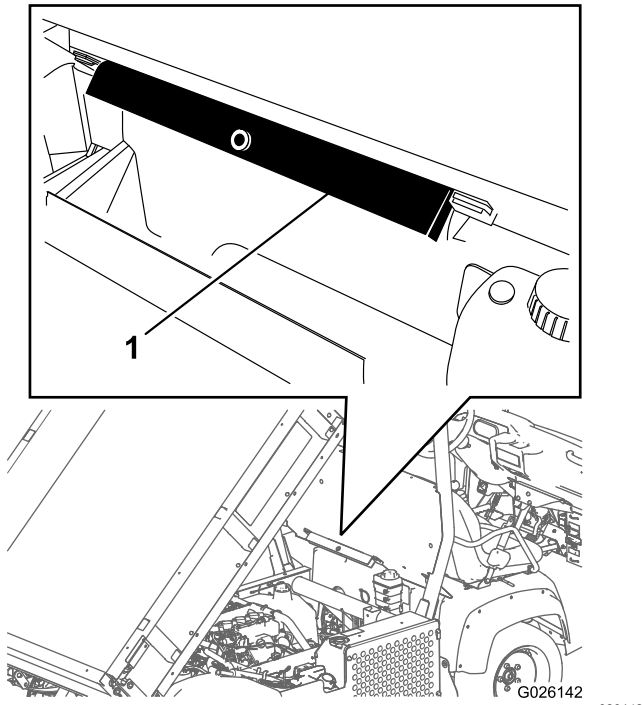

Figura 28
2. Retire el soporte de la plataforma de los soportes de almacenamiento situados en la parte trasera del panel del ROPS (Figura 28).